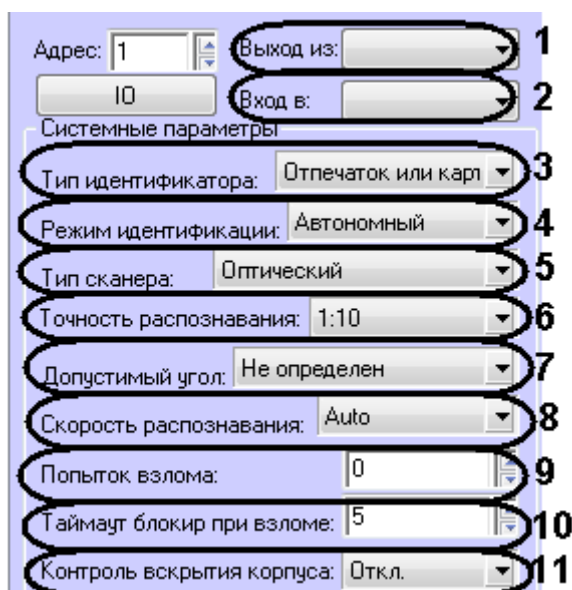

Рис. 3.3—1 Настройка параметров прохода
1. Из раскрывающегося списка **Выход из** выбрать объект **Раздел**, расположенный со стороны входа через данный контроллер (Рис. 3.3—1, 1).
2. Из раскрывающегося списка **Вход в** выбрать объект **Раздел**, соответствующий территории, расположенной со стороны выхода через данный контроллер (см. Рис. 3.3—1, 2).
3. Из раскрывающегося списка **Тип идентификатора** выбрать режим прохода через данный контроллер (см. Табл. 3.3—1, Рис. 3.3—1, 3).